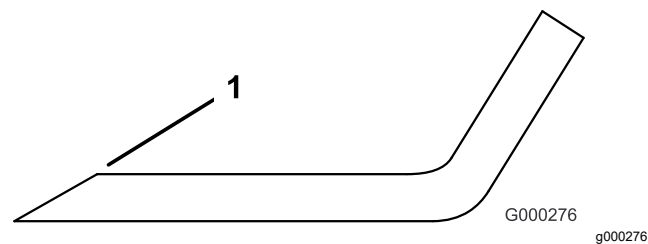

Рисунок 131
3. Проверьте режущие кромки всех ножей и заточите их, если они затупились или имеют зазубрины (Рисунок 131).
Примечание: Чтобы ножи всегда оставались острыми, затачивайте только верхнюю сторону режущей кромки и сохраняйте первоначальный угол заточки (Рисунок 131). Балансировка ножа не нарушается при удалении одинакового количества металла с обеих режущих кромок.